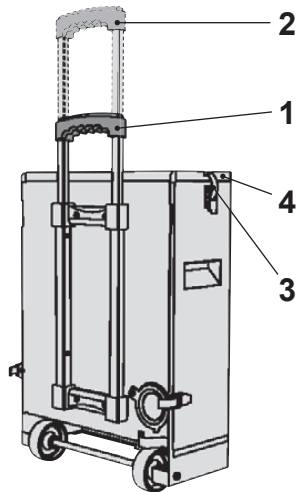

Bild 06
4. Zum Anheben der Aschebox bringen Sie den ausziehbaren Griff in die erste Position (1, Bild 06), bis er einrastet, und greifen Sie mit der zweiten Hand unter die Aschebox. Wenn Sie die Aschebox ziehen, bringen Sie den ausziehbaren Griff in die zweite Position (2, Bild 06), bis er einrastet.
5. Öffnen Sie zum Entleeren die beiden oberen Spannverschlüsse (3, Bild 06) und entfernen Sie den Deckel (4, Bild 06).